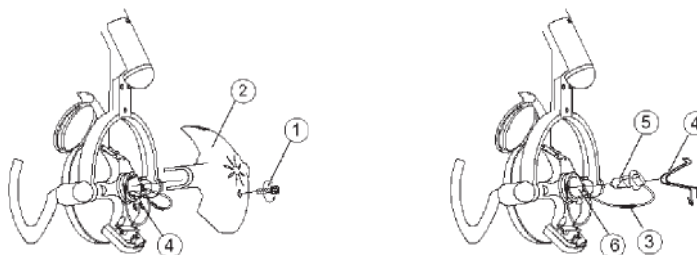

Fig.6-1 Remplacement de l'ampoule
c) Remplacement de l'ampoule (Fig 6-1)